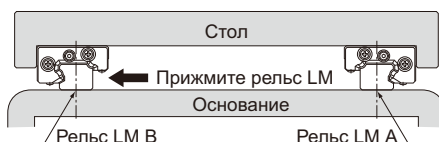

Рис.27
- (3) Временно закрепите рельс В к основанию, затем установите каретки на рельс, надвинув каретки. Временно закрепите рельс В, прижимая его к кареткам LM. (Рис.27)